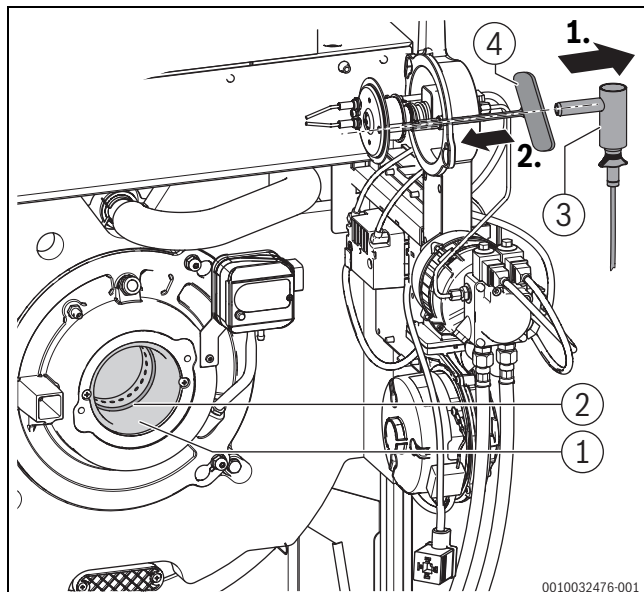

Bild 66 Dichtung prüfen (Serviceposition 1), Verwendung Innensechskantsschlüssel zur Ausrichtung des Mischsystems
- ▶ Brenner in Serviceposition 1 bringen (→ Bild 66).
- ▶ Winkelhalter mit Flammenfühler (→ Bild 66) aus Brennergehäuse ziehen.
- Zur Ausrichtung des Halterohres des Flammenfühlers mit dem Sichtrohr des Mischsystems einen Innensechskant-Steckschlüssel (Schlüsselweite 5) als Lehre von der Brennergehäuseseite einführen (→Bild 66).
- Winkelhalter mit Flammenfühler (→Bild 66) wieder bis zum Anschlag in Brennergehäuse einstecken.